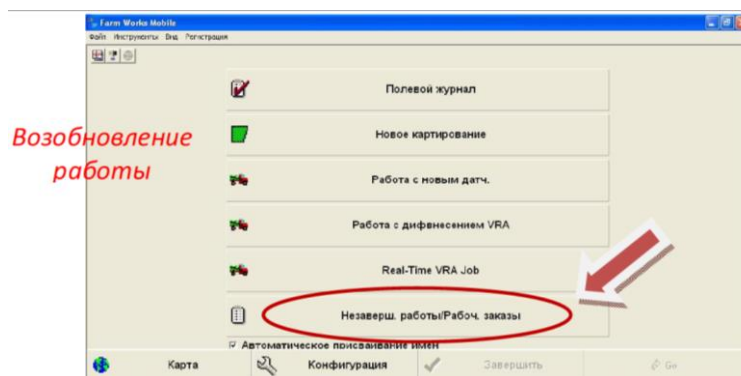

Рисунок 12.15 –
12. Для возобновления незавершенной работы выбрать _____ и затем номер поля для обработки (рисунок 12.15).